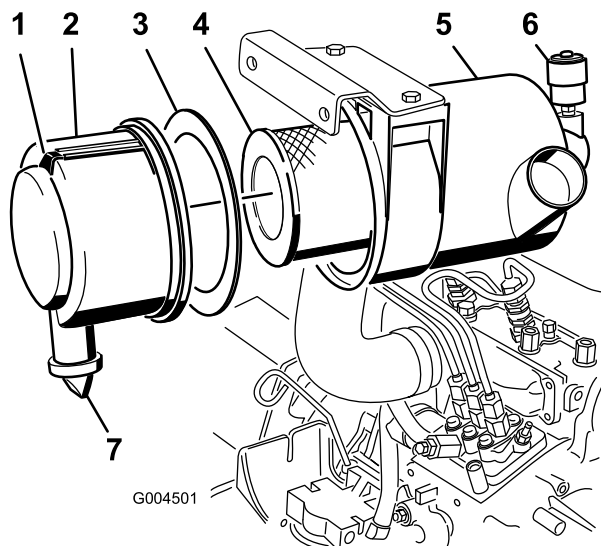

Figure 41
2. Faites l'entretien du filtre à air quand l'indicateur de colmatage (Figure 41) est rouge ou toutes les 400 heures (plus fréquemment si vous travaillez dans une atmosphère extrêmement poussiéreuse ou sale). N'effectuez pas l'entretien du filtre à air trop souvent.
1. Tirez le verrou vers l'extérieur et tournez le couvercle du filtre à air dans le sens antihoraire (Figure 41).
2. Déposez le couvercle du corps du filtre à air (Figure 41).
4. Déposez et remplacez l'élément principal (Figure 41).
6. Vérifiez que le joint en mousse est en place dans le couvercle et qu'il n'est pas déchiré ou endommagé (Figure 41).
- A. Retirez la valve de sortie en caoutchouc du couvercle (Figure 41).
10. Réarmez l'indicateur de colmatage (Figure 41) s'il est rouge.